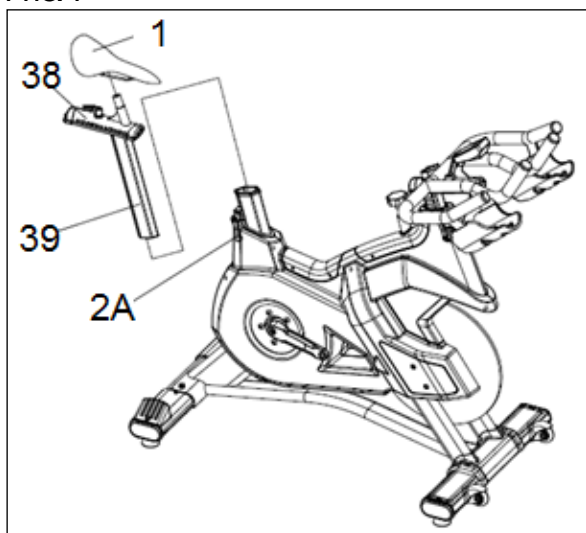

Рис.5
Правая педаль (9R) с отметкой (R), прикручивается к правому кривошипу с отметкой (R) по часовой стрелке. Надежно затяните, рис.5.
Левая педаль (9L) с отметкой (L), прикручивается к левому кривошипу с отметкой (L) против часовой стрелки. Надежно затяните, рис.5.